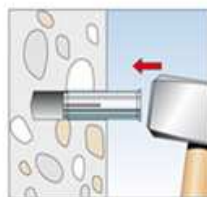

Bild 2
3. Schlagen Sie den Einschlaganker mit leichten Hammerschlägen durch die Verankerungsbohrung im Tresor **bodenbündig** in das Bohrloch. Sie können hierfür die dicke Seite (Ø20mm) vom Einschlagwerkzeug verwenden [Bild 2].